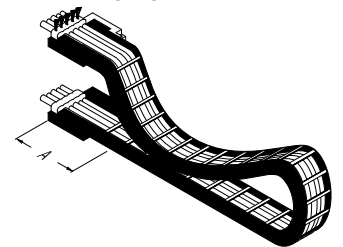

Bild 2
- bei langen, gleitenden Energieketten nur am Mitnehmerende (→ Bild 2).